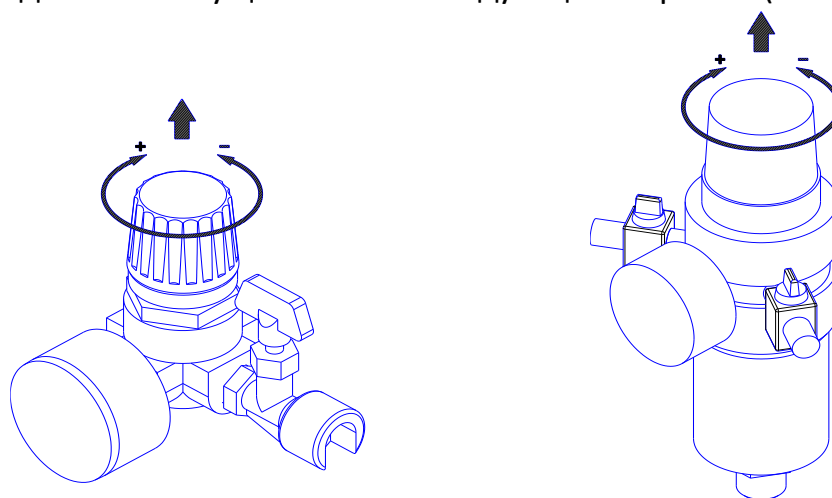

Рисунок 10
7.3.1 Настройка давления в подсоединенных пневматических инструментах регулятором давления осуществляется следующим образом (см. рисунок 10):